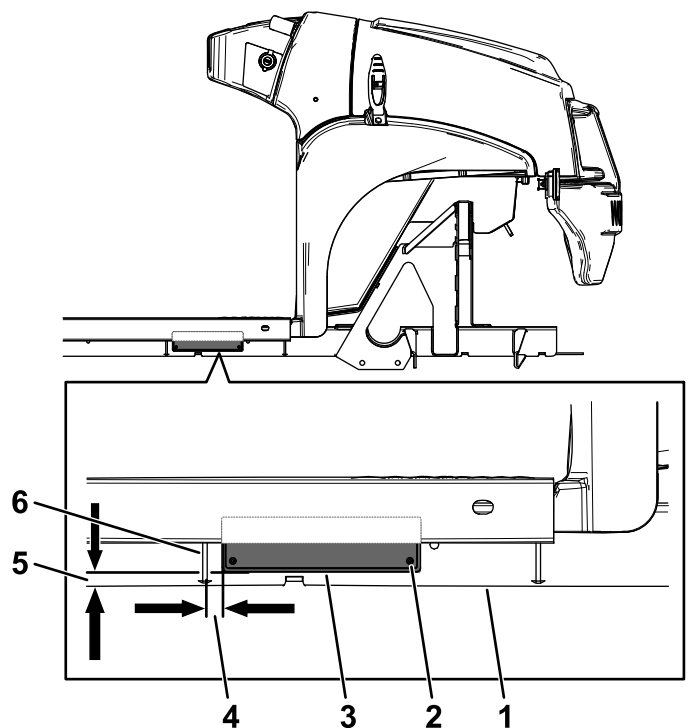

Figure 6
1. Fixez la plaque du numéro de série à l'emplacement indiqué à la Figure 6 à l'aide de 4 rivets aveugles (3 x 10 mm).